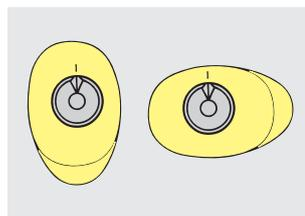
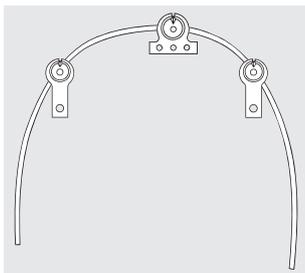
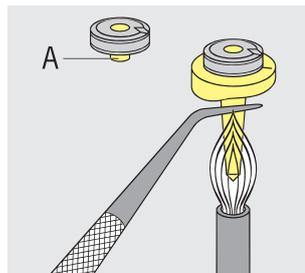

Fig. 1
Fig. 2
Fig. 3
**Hinweis:** Dank dem leichten Hervorstehen des eingepressten Lotes an der Patrizenunterseite wird der Lötvorgang durch direkten Kontakt mit der Kappe zusätzlich vereinfacht (Fig. 3/A).
Patrize O so auf die Wurzelstiftkappe setzen, dass die Markierung okkusal liegt und gleichzeitig nach anterior ausgerichtet ist (Fig. 1). Bei mehreren Patrizen im selben Kiefer müssen diese parallel zur Medianachse ausgerichtet sein (Fig. 2). Auf jeder Wurzelstiftkappe wird nun vor der Lötung eine Markierung angebracht, welche die Lage der Markierung an der Patrize festlegt. Anschliessend die Patrize entfernen und die Lötpaste CM (Best-Nr. 080229) dünn auf die Wurzelstiftkappe auftragen. Die Patrize wie beschrieben wieder auf die Wurzelstiftkappe aufsetzen, mit Lötspitze Wurzelstift festhalten und über einer weich eingestellten Bunsenbrennerflamme vorsichtig verlöten (Fig. 3). Nach der Lötung die Arbeit auf Raumtemperatur abkühlen lassen, danach abbeizen, ausarbeiten und polieren. Funktionskontrolle mit der Matrize.
Die Matrizen 050345/051277 und 050397/051278 besitzen eine transversal verlaufende Retention, welche für die Fixation im anterioren Bereich vorgesehen ist. Die Matrizen 050345/051277 und 050397/051278 hingegen besitzen eine längs ausgerichtete Retention, welche für die Fixation im posterioren Bereich vorgesehen ist (Fig. 2).
Alle Matrizen im selben Kiefer müssen so ausgerichtet werden, dass ein simultanes Öffnen, resp. Schliessen der Matrizenarme beim Ein- resp. Ausgliedern der Prothese sichergestellt ist (Fig. 2). Vor dem Einpolymerisieren empfiehlt sich die Fixation der Matrizen entlang der perforierten Retention mit etwas Autopolymerisat (Fig. 4). Anschliessend die Kunststoffarbeit nach bekannten zahntechnischen Richtlinien durchführen.
Wurzelstiftkappe mit Anker auf das Meistermodell zurückbringen und die Matrize auf die Patrize aufsetzen. Dabei muss sich die Öffnung der Retentionsarme an der Stelle befinden, wo die okklusale Markierung der Patrize liegt (Fig. 2). Danach das Zentrum der Patrize sowie die Retentionsarme der Matrize mit einer 1 mm dicken Schicht aus Zement, Wachs oder Flexistone ausblocken. Die Okklusalfäche hingegen muss nicht abgedeckt werden.